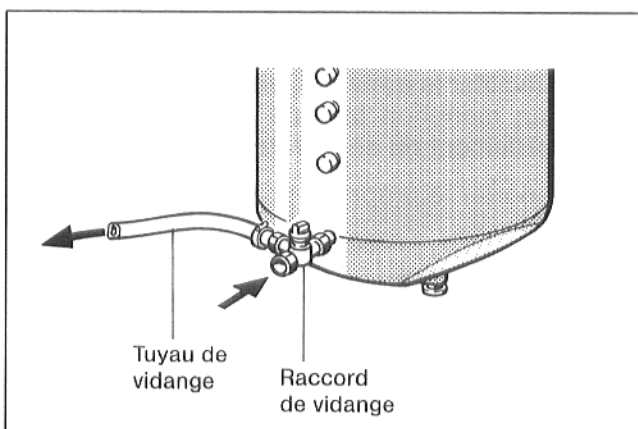

Fig. 7
- Monter le raccord de purge d'air à l'entrée d'eau froide (EK) (fig. 7).